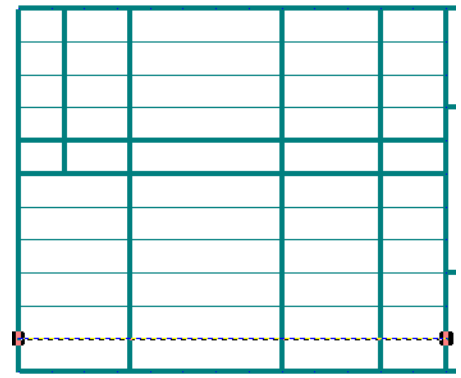

Рис. 4-5. Создание массива элементов
2) Нарисуйте горизонтальную линию с координатами начала (0, 5) и конца (65,5). На рис. 4-5 созданная линия выделена цветом и концевыми маркерами.
4) Щелкните по созданной линии левой кнопкой. Она при этом выделится, как показано на рис. 4-5.
7) Нажмите кнопку ОК для завершения команды. Должен появиться столбец из тонких линий, как показано на рис. 4-5.